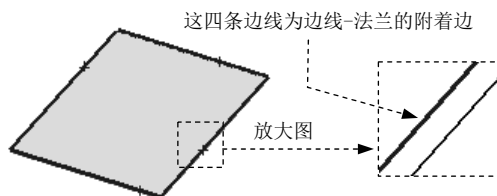

图 10.2.26 选取边线-法兰的附着边
Step3. 定义特征的边线。选取如图 10.2.26 所示模型上的四条边线为边线-法兰的附着边。